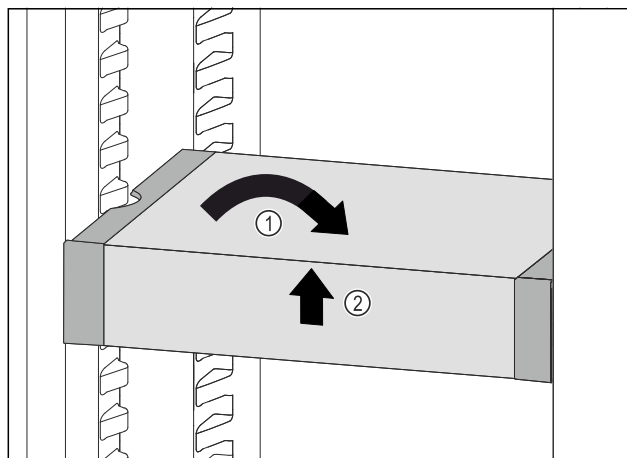

Fig. 88
- ▶ Coloque el VarioSafe en posición recta. *Fig. 88 (1)*
- ▶ Levante el VarioSafe por delante. *Fig. 88 (2)*